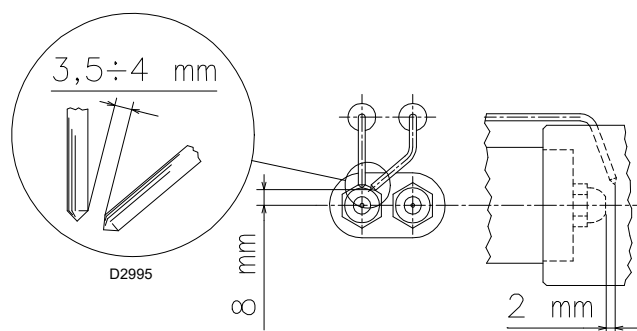

**Fig. 14**
Pour les chaudières avec circulation des fumées sur l'avant 15)(Fig. 14), ou avec chambre à inversion de flamme, réaliser une protection en matériau réfractaire 13), entre le réfractaire de la chaudière 14) et l'embout 12).
Pour les chaudières avec la façade refroidie à l'eau, le revêtement réfractaire n'est pas nécessaire 13)-14)(Fig. 14) s'il n'y a pas de demande expresse du constructeur de la chaudière.
Séparer la tête de combustion du reste du brûleur, (Fig. 14) :
- Débrancher les câbles des électrodes et donc désolidariser totalement le brûleur des glissières. Fixer le manchon avec la bride 11)(Fig. 14) à la plaque de la chaudière en intercalant le joint isolant 9)(Fig. 14) fourni.
Remonter le brûleur sur les glissières 3)(Fig. 19) à 100 mm environ du manchon 4)(Fig. 19) ; voir le brûleur dans la position illustrée dans la Fig. 14.
Rebrancher les tubes de fioul en vissant les deux raccords 6)(Fig. 14).